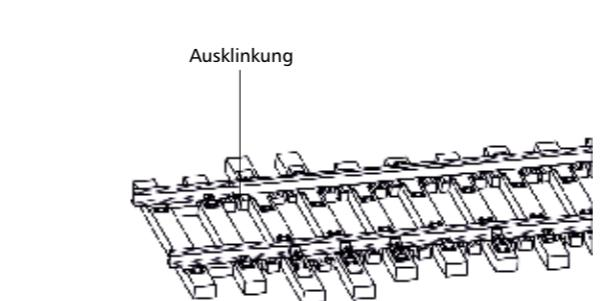

Abb. 3a
- Die Außenschienen vom Weichenausgang her so weit einschieben, bis die Ausklinkung am Schienenfuß auf der Innenseite des Schienenprofils an der 2. Schwelle liegt. Abb. 3a
- Die Hauptspitze des Herzstückes wird in der Regel durch die Endschiene des Stammgleises gebildet. Die Endschiene Stammgleis entsprechend der gewählten Weichengeometrie vorbiegen und in das Schwellenrost einschieben, die Profilspitze hat einen Abstand von 28,8 mm bis an den Schienenstoß der Flügelschiene. Abb. 3a
- Push in the outer rails so far, from the standpoint of the start of the point, until the recess area at the foot of the rail on the inner side of the rail profile lies at the second sleeper. **Figure 3a**
- The main tip of the frog is normally formed by the end rail of the main track. Bend out the end rail main track according to the desired point geometry and insert into the flex sleeper; the profile point has a separation of 28.8 mm to the rail joint of the wing rail. **Figure 3a**